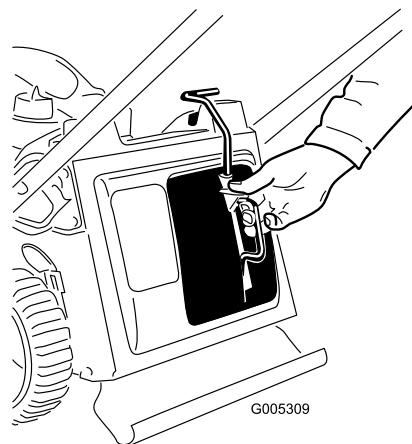

Рисунок 8
2. Нажмите кнопку на рычаге большим пальцем и полностью вставьте заглушку для мульчирования в окно (Рисунок 8).